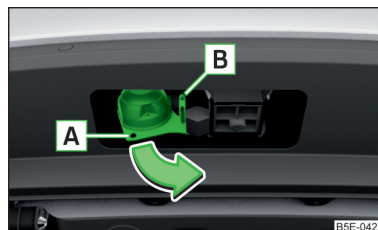

Fig. 308
- Agarrar el enchufe de 13 polos en el área **A** y girarlo en el sentido de la flecha » fig. 308.